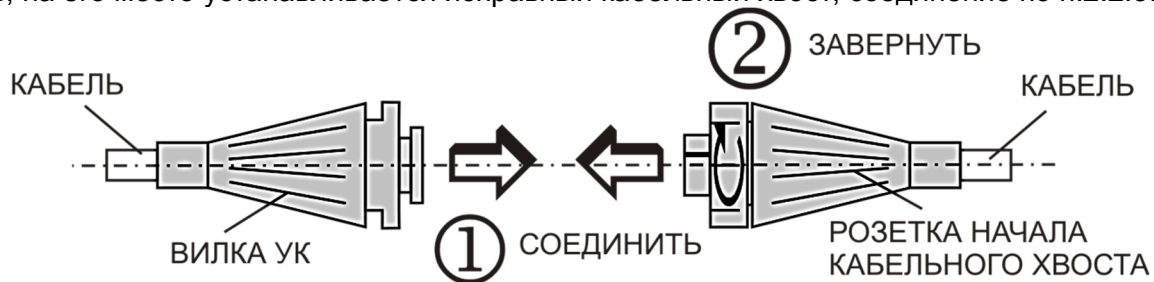

Рис.4. Соединение кабельных хвостов
2.2.3. Для соединения кабельных хвостов нужно (рис.4):